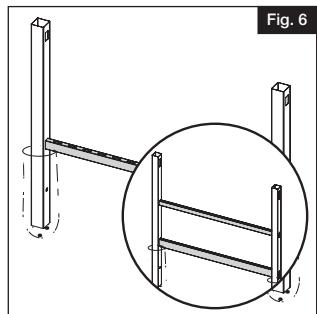

Fig. 6
- a. Insérer la traverse inférieure dans les trous toupillés au bas des deux poteaux (Fig. 6).